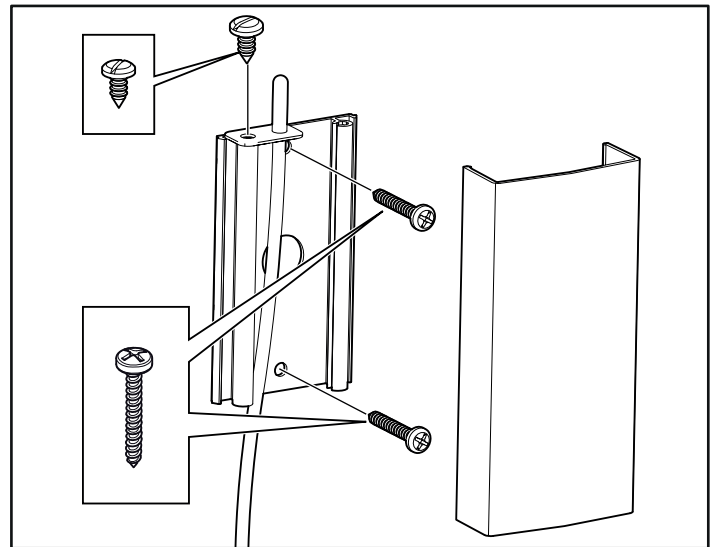
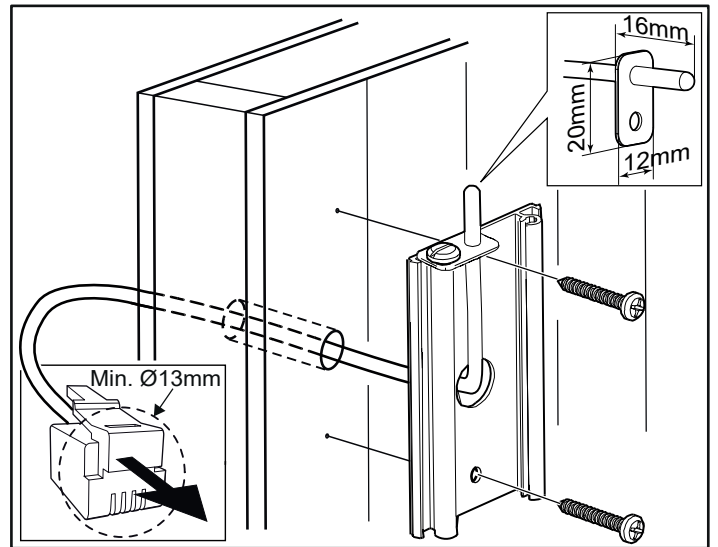

Abbildung 16: Montage des Sensors
Abbildung 17: Kabelführung durch die Wand.
11. Montieren Sie den Sensor an der Wand (siehe Abb. 16). Das Thermistorkabel kann ebenfalls durch die Wand geführt werden. Dichten Sie hinter dem Sensor befindliche Löcher in der Wand ab (siehe Abbildung 17). Außerhalb der Sauna kann das Thermistorkabel mit einem Niederspannungskabel (2-adrig) verlängert werden.